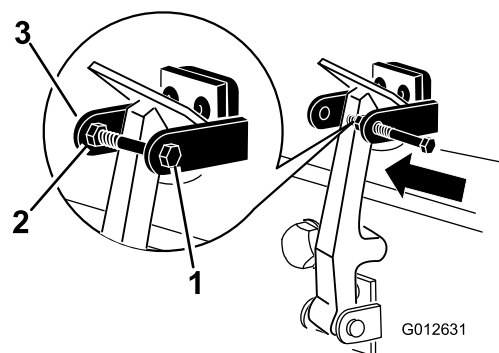

Figura 8
8. Montate il bullone nell'altro braccio della staffa di chiusura del cofano per fissare il fermo in posizione (**Figura 8**).